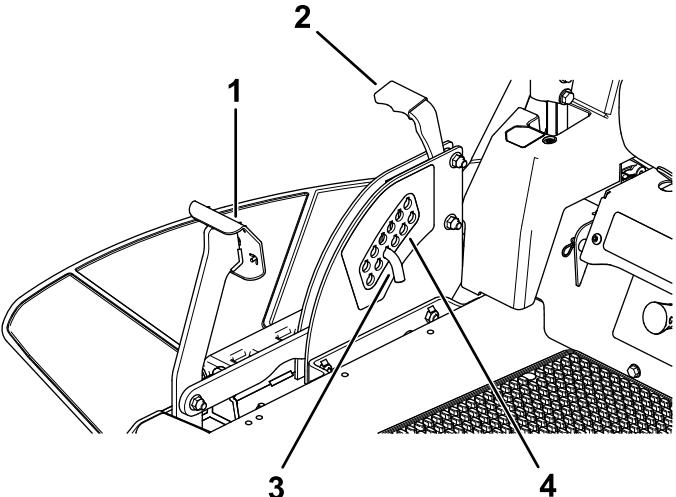

Figure 29
1. Appuyez sur la pédale de levage du tablier avec le pied et élevez le tablier en position de verrouillage de transport (qui est aussi la position de hauteur de coupe de 114 mm [4½ po]), comme montré à la Figure 29.
2. Pour changer la hauteur de coupe, retirez la goupille du support de hauteur de coupe (Figure 29).
3. Insérez la goupille dans le trou du système de hauteur de coupe correspondant à la hauteur de coupe voulue (Figure 29).